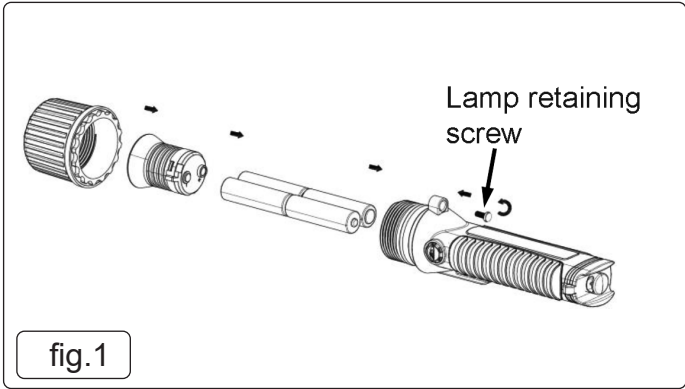

fig.1
- 4.1. BATTERY INSTALLATION (fig.1)**